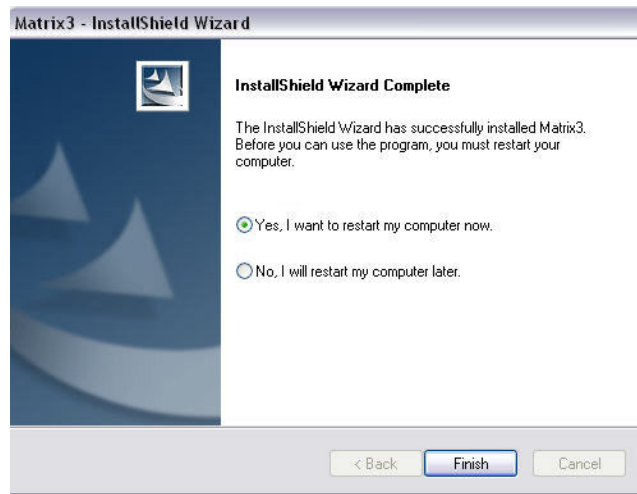

图 10
12. 安装完成时，显示图 10 中所示的屏幕。您必须重新启动计算机，Matrix 才能在电脑上工作。选择“是，我要重新启动计算机”并单击**完成**按钮重新启动。
14. 安装完成时，显示图 10 中所显示的屏幕。您必须重新启动计算机，Matrix 才能在电脑上工作。选择“是，我要重新启动计算机”并单击完成按钮重新启动。